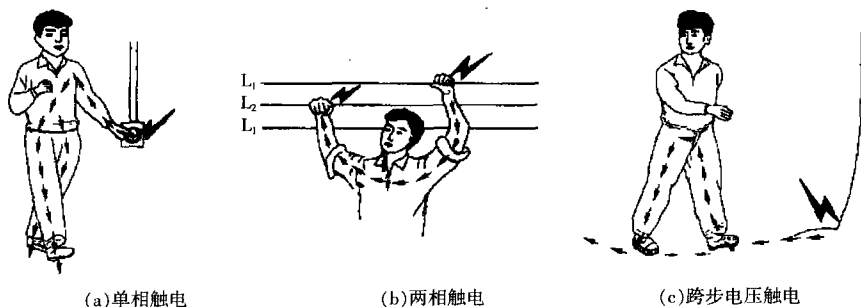

图 1.1 三种触电的形式
(1) 单相触电指人体的一部分在接触一根带电相线时, 另一部分又与大地(或零线)接触, 电流从相线流经人体到地(或零线)形成回路的触电, 如图 1.1(a)所示。
(2) 两相触电是指人体的不同部位同时接触两根带电相线时的触电。如图 1.1(b)所示。
(3) 跨步电压触电。雷电流入地或电力线(特别是高压线)断落到地时, 会在导线接地点及周围形成强电场。当人跨进这个区域, 两脚之间出现的电位差称为跨步电压。在这种电压作用下, 电流从接触高电位的脚流进, 从接触低电位的脚流出, 从而形成触电, 如图 1.1(c)所示。跨步电压的大小取决于人体站立点与接地点的距离, 距离越小, 其跨步电压越大。当距离超过 20m, 可认为跨步电压为零, 不会发生触电危险。